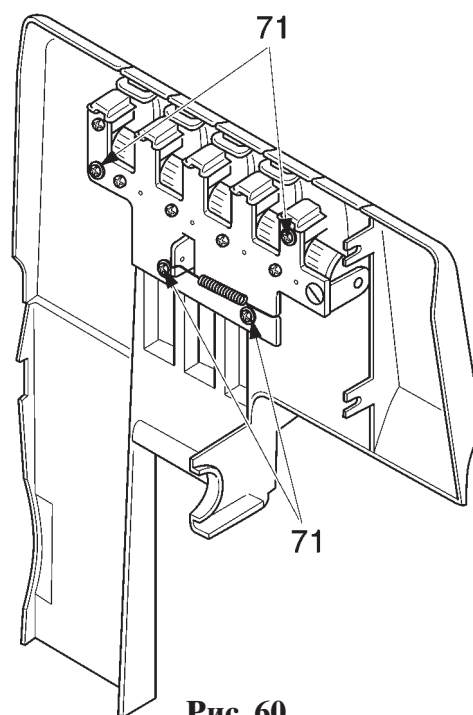

Рис. 60
- Выверните винты 71 вместе с шайбами (рис. 60).
- Вставьте винты 71 с шайбами и заверните винты (рис. 60).